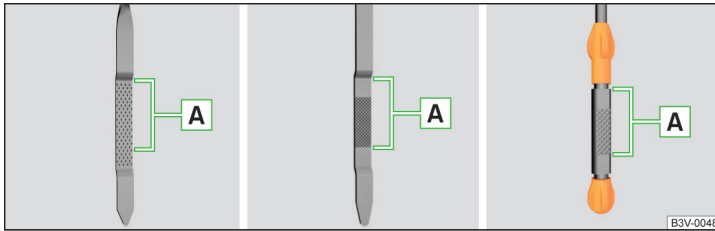

Abb. 212 Prinzipdarstellung: Ölmesstab
**Ölmesstab** » Abb. 212
- Der Ölstand darf keinesfalls oberhalb oder unterhalb des Bereichs **A** » Abb. 212 liegen - es besteht die Beschädigungsgefahr des Motors sowie der Abgasanlage.